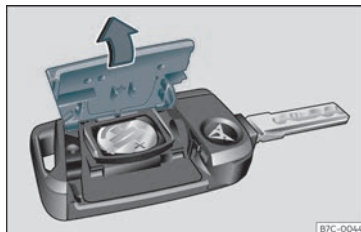

Fig. 68 Clau del vehicle: obertura de la tapa del compartiment per a la pila.
- Traieu la tapa a la part posterior de la clau del vehicle >>> **fig. 68** en la direcció de la fletxa >>> ❶.
• Poseu la tapa tal com es mostra »» **fig. 68** i pressioneu a la carcassa de la clau del vehicle en sentit contrari a la fletxa fins que quede encastada.
❶ COMPTE!